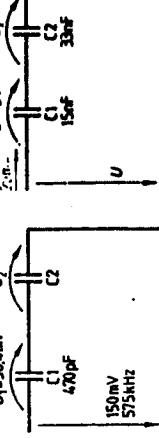

Bild 3
10. Berechnen Sie aus Schaltung Bild 3 a) Blindwiderstand von $C1$, b) Frequenz der angelegten Spannung, c) Blindwiderstand von $C2$, d) Spannung an $C2$, e) Gesamtspannung!